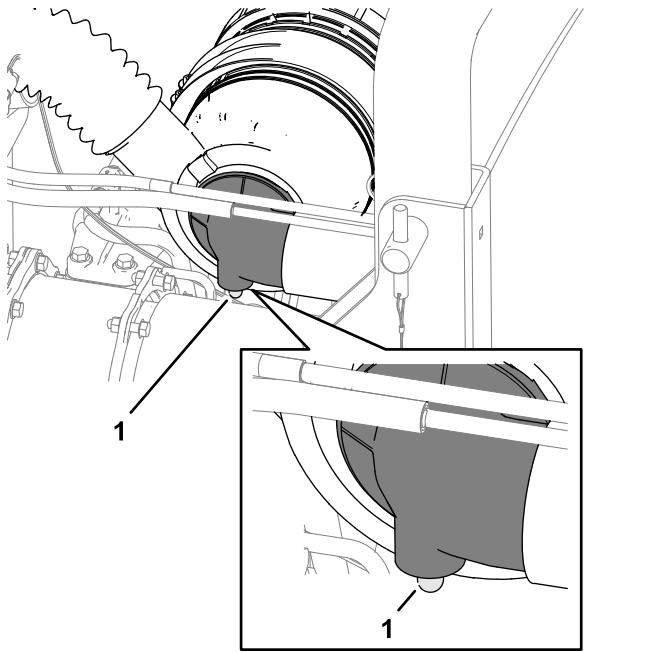

Figura 49
2. Controllate la spia di ostruzione del filtro dell'aria (Figura 49).
Nota: Revisionate il filtro primario dell'aria quando la spia di ostruzione del filtro (Figura 49) è rossa. La sostituzione del filtro dell'aria con frequenza aumenta la possibilità di ingresso di sporcizia nel motore quando il filtro viene rimosso.